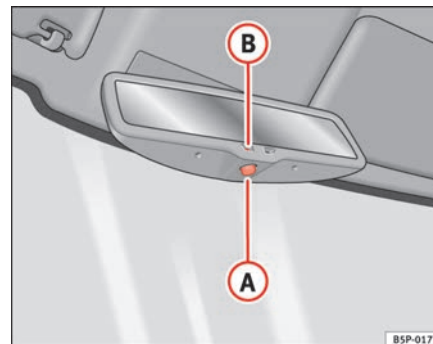

Abb. 89 Automatisch abblendbarer Innenspiegel
- Drücken Sie die Taste **A** ⇒ Seite 127, Abb. 89. Die Kontrollleuchte **B** erlischt.
- Drücken Sie die Taste **A** ⇒ Seite 127, Abb. 89. Kontrollleuchte leuchtet auf.